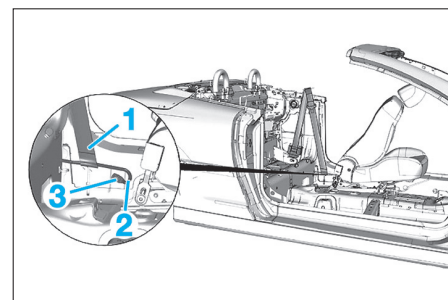

Fig. 31
- Déposer la vis (3) (Fig.31).